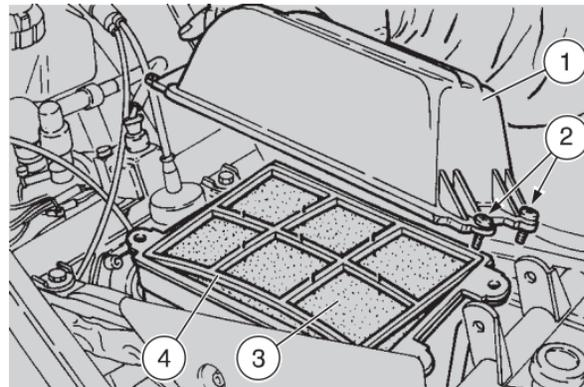

Fig. 40
- togliere il coperchio cassa filtro (1-Fig. 40), svitando le 2 viti (2-Fig. 40) (altre due viti sono posizionate anteriormente);
- togliere l'elemento filtrante (3-Fig. 40) e la retina (4-Fig. 40);